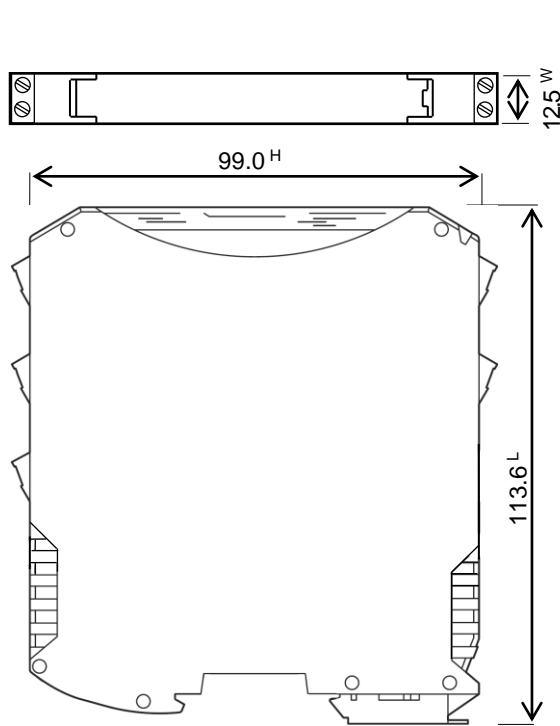

図 1 外形寸法図(ねじ端子台)
(1) 外形寸法 12.5^W × 110.5^H × 118^L mm (端子台を含む) … 端子台を除く寸法・外観は、図 1 参照
(2) 保護構造 IP20
(3) 取付 35 mm DIN レール
(4) 端子